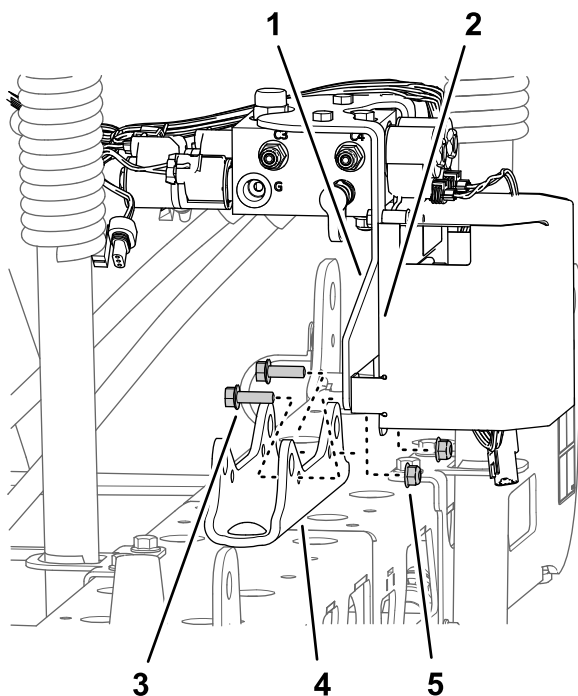

Figure 44
- Machines avec kit de mise à niveau de rampe ultrasonique en option :** retirez les 2 contre-écrous à embase (5/16") et les 2 boulons à embase (5/16" x 1") qui fixent la patte de support du collecteur de levage de section et la patte de support du contrôleur TEC au support de vérin, puis déposez le collecteur et la patte de support du support de vérin (Figure 44).